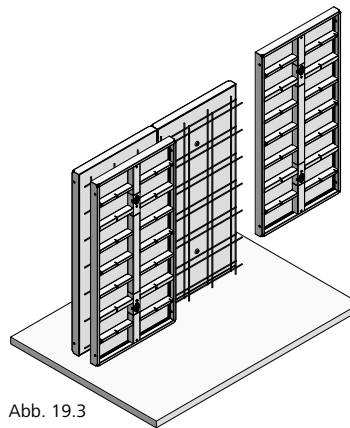

Abb. 19.3
3. Schließschalungselement stellen (Abb. 19.3).